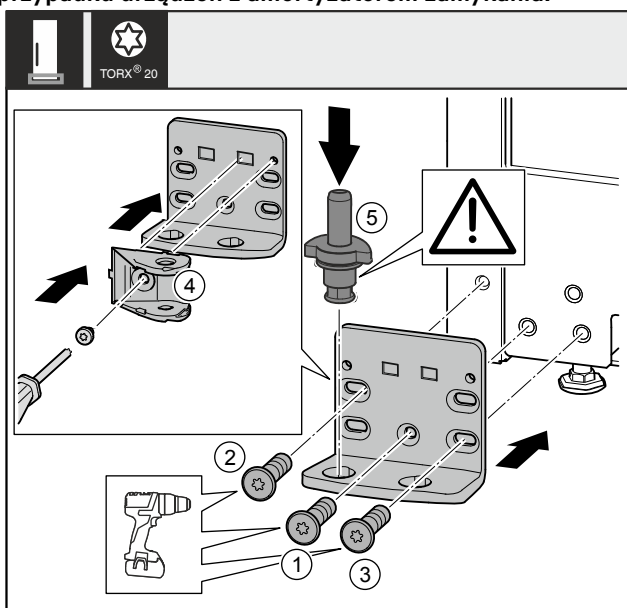

Fig. 37 *
- ▶ Założyć płytkę zawiasu z drugiej strony i przykręcić śrubokrętem. Rozpocząć od śruby Fig. 37 (1) dolnej umieszczonej na środku.*
- ▶ Dokręcić śrubę Fig. 37 (2) i śrubę Fig. 37 (3).*
- ▶ Obrócić połączenie amortyzatora zamykania Fig. 37 (4) o 180°. Przykręcić z drugiej strony płytki zawiasu przy użyciu śrubokręta.*
- ▶ Założyć cały trzpień zawiasu Fig. 37 (5). Zwrócić przy tym uwagę, by krzywka zatrzaskowa wskazywała do tyłu.*